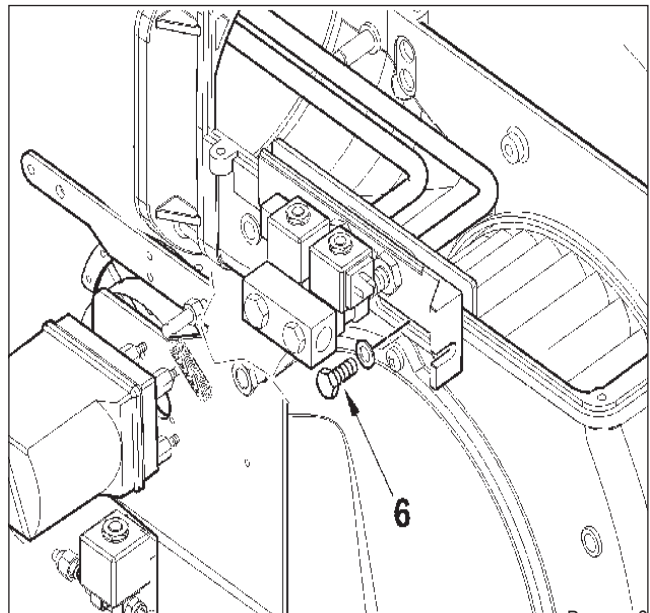

Рисунок 2
- Снимите винт 6 и шайбу, расположенную снаружи узла горелки (рисунок 2)